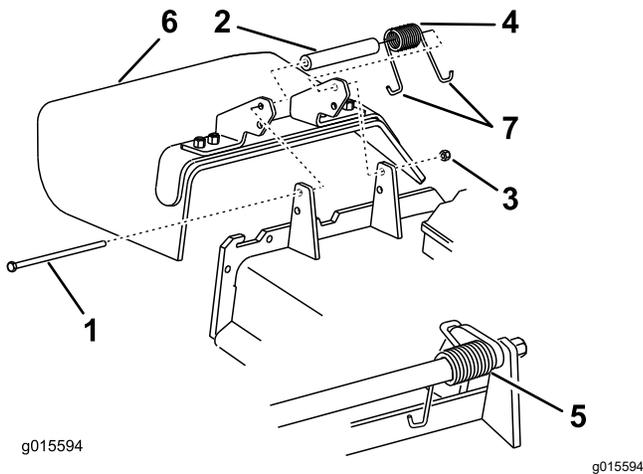

Figure 25
4. Retirez le contre-écrou, le boulon, le ressort et l'entretoise qui fixent le déflecteur aux supports de pivot (Figure 25).
5. Déposez le déflecteur d'herbe (Figure 25).